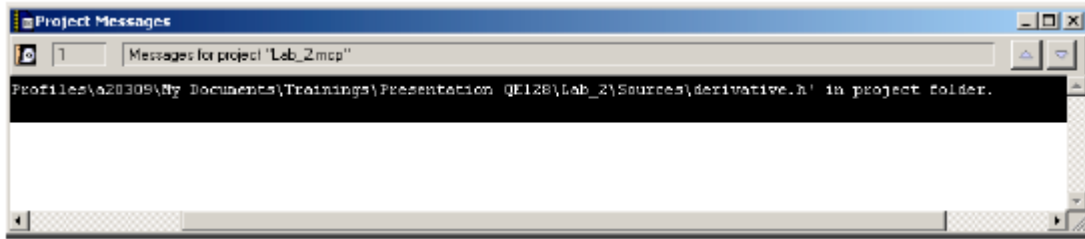

Figura 10.- Mensajes del proyecto.
6. El entorno integrado CodeWarrior 6.0 cambiará en forma automática el archivo “derivatives.h” y se muestra ello en la **Figura 10.-**